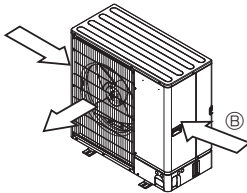

Fig. 2-6
- ③ Coloque la unidad de manera que la salida de aire sople en dirección perpendicular a la dirección estacional del viento, si la conoce. (Fig. 2-6)
④ Guía de aire
⑤ Dirección del viento